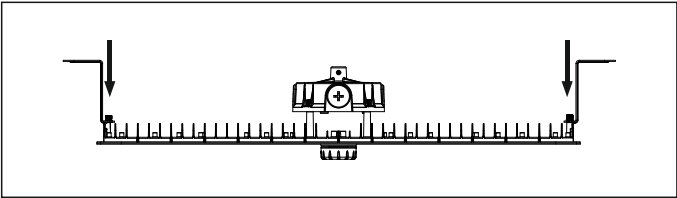

Рис. 1
- 5.10 Для накладного монтажа используйте кронштейны (входят в комплект поставки), закрепив их винтами на корпусе светильника (рис.1). Возможно использование поворотной лиры (приобретается отдельно).